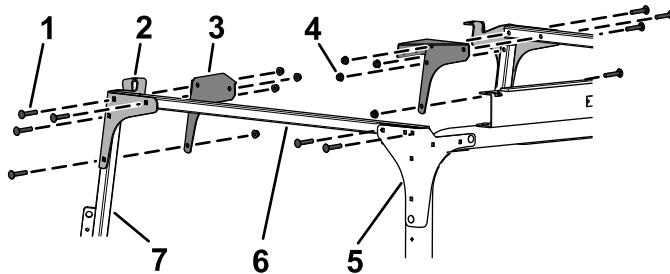

図 29
7. 後取り付けブラケットと後コーナーガセットにクロスリンクチューブを仮止めするキャリッジボルト5/16 x 1 3/4インチ4本と、フランジナット5/16インチ4本を使用して図 29のように取り付ける。
8. クロスリンクチューブと左右の風防サポートに前取り付けブラケットと前コーナーガセットを仮止めするキャリッジボルト  $5/16 \times 1\frac{3}{4}$  インチ8本とフランジナット  $5/16$  インチ8個を使用して図 29のように取り付ける。